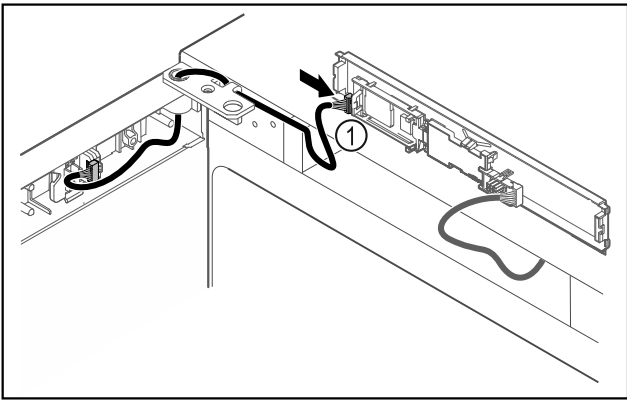

Fig. 46
- ▶ Dugja be a dugót Fig. 46 (1) a NYÁK-on.